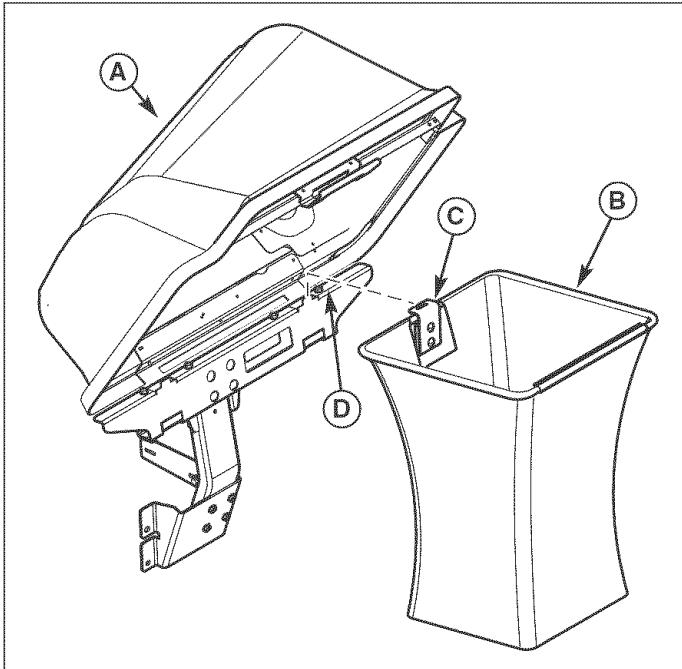

Figura 37. Instale las bolsas recolectoras
1. Levante la tapa (A, Figura 37).
2. Fije las bolsas recolectoras (B) con el soporte colgante de la bolsa de césped (D) al montante del soporte colgante de la bolsa (C).